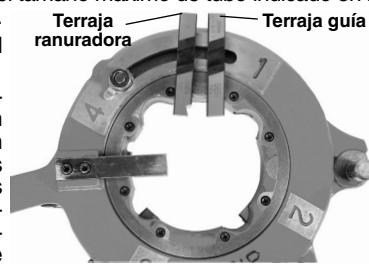

Figura 2 – Categorización de las terrajas
3. Levante la lengüeta de la arandela fuera de la ranura y abra el cabezal de terrajas, moviendo la tuerca de ajuste de la placa de levas en dirección hacia el tamaño máximo de tubo indicado en la placa de levas (*Figura 2*).
5. Introduzca la terraja ranuradora (marcada "4") en la ranura marcada 4 en el cabezal. Las terrajas guía no están marcadas y se colocan en las ranuras 1, 2 y 3 del cabezal. Introduzca el borde numerado que tiene la muesca orientado hacia arriba, hasta que la línea indicadora en la terraja esté al ras con el borde del cabezal de terrajas (*Figura 2*).